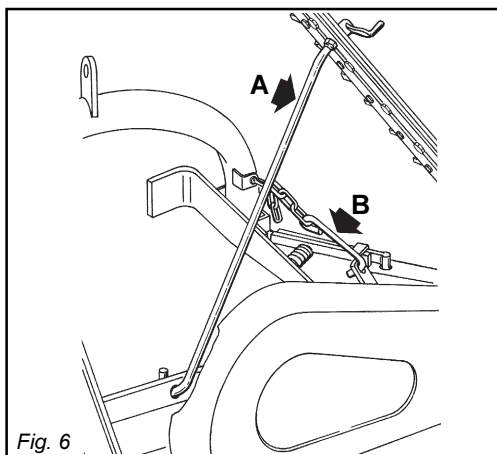

Fig. 6
- 34)** Per la fase di trasporto, regolare e fissare le catene dei bracci laterali di sollevamento del trattore; alzare la barra falciante; assicurarla con il tirante di aggancio (A, Fig. 6); infilare il gancio di sicurezza (B, Fig. 6 and 7); coprire le lame taglienti e la scarpa esterna con le apposite protezioni; sollevare l'attrezzatura; mettere in posizione di blocco la leva di comando del sollevatore idraulico.
- transporte phase; raise the cutter arm; fix it in place with the rod (A, Fig. 6); insert the safety hook (B, Fig. 6 and 7); cover the cutters and outer skid with the relative guards; raise the mowing bar; set the control lever of the hydraulic lift to the locked position with the implement raised.*
- 34)** Beim Transport müssen die seitlichen Lenker mit den Stabilisierungsketten und Spannvorrichtungen befestigt werden; wird der Balken hochgestellt; mit dem Zughaken (A, Abb. 6) absichern und den Sicherheitshaken (B, Abb. 6 und 7) einrasten lassen; die Mähmesser und den Außenschuh mit den jeweiligen Schutzvorrichtungen abdecken; beim Sträßentransport mit ausgehobenem Anbaugerät ist der Schalthebel des Krafthebers in die blockierte Stellung zu setzen.
- 34)** Lors du transport, fixez les barres de relevage par les chaînes et tendeurs; soulever la barre de coupe; accrochez-la au moyen du tirant (A, Fig. 6); mettez aussi le crochet de sécurité (B, Fig. 6 et 7); couvrez les lames de coupe et le sabot extérieur au moyen des protections; soulever la faucheuse; mettez le levier de commande du relevage hydraulique en position de blocage.
- 34)** En la fase de transporte, fijar con las relativas cadenas y tensores los brazos laterales de elevación; levantar la barra; bloquearla con el tirante de enganche (A, Fig. 6); inserir el gancho de seguridad (B, Fig. 6 y 7); cubrir las hojas de las cuchillas y la galga externa con las relativas protecciones; poner en posición de bloqueo la palanca de mando del elevador hidráulico.